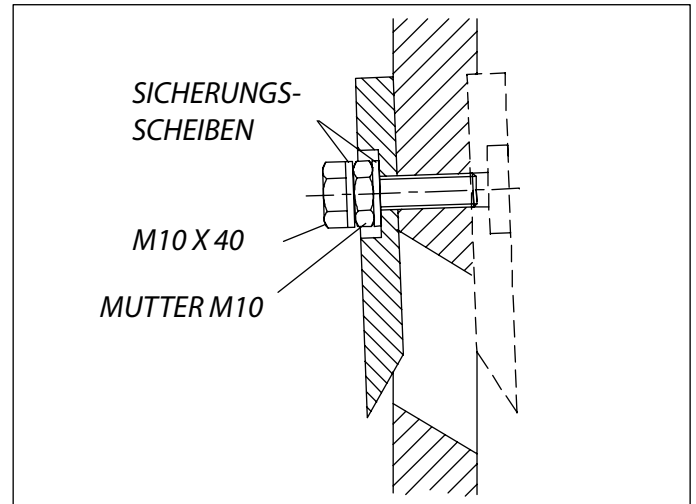

Bild 7. Ein Messer entfernen und auf der anderen Seite der Scheibe befestigen. Die gepunktete Linie zeigt die normale Position (Schneidposition) des Messers.
3. Weitere Sicherungsscheibe verwenden und Schraube durch das Messer in die Scheibe einschrauben. Siehe Bild 7. Schraube mit einem Drehmoment von 45 Nm anziehen. Messer mit allen vier Schrauben befestigen.